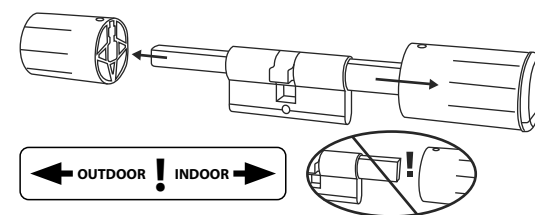

Fig. 3
- 3 Estrarre completamente la manopola esterna e portare quella interna il più indietro possibile (Fig. 3).